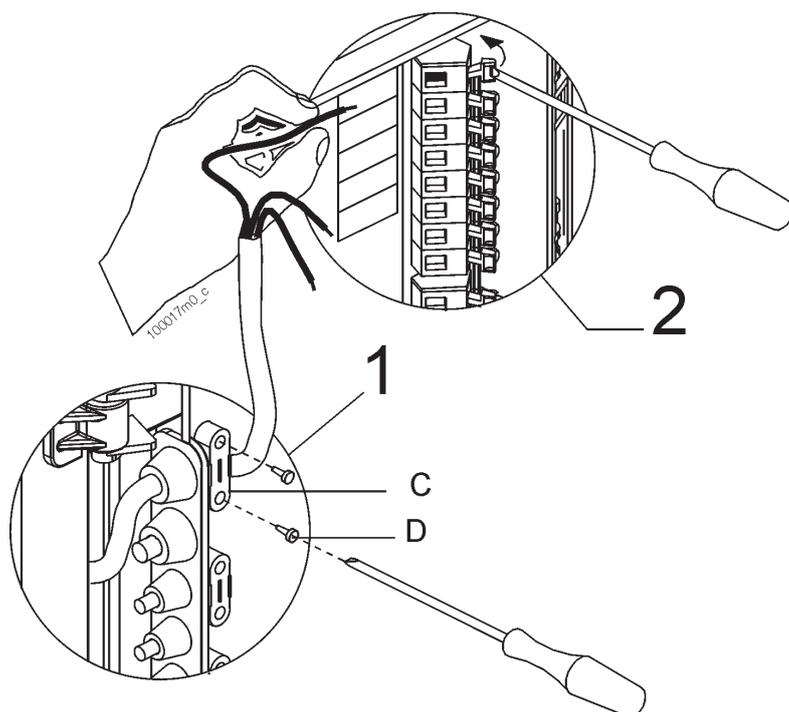

Figura 23 - Collegamento alimentazione
- Per collegare i cavi premere col cacciavite nelle leve di apertura della morsettiere come illustrato in figura 23.
Per collegare i cavi premere col cacciavite nelle leve di apertura della morsettiera come illustrato in figura 23.